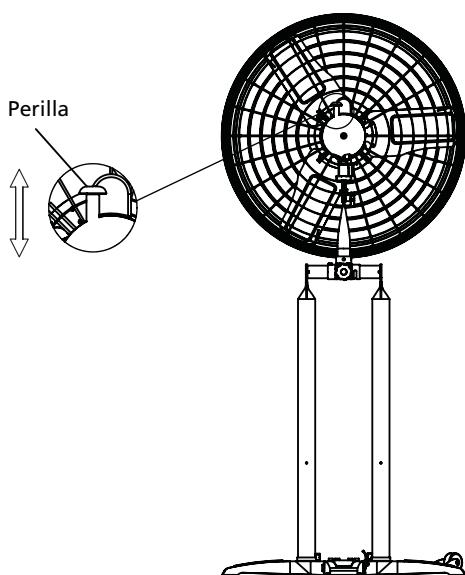

**Figura 9**
8. Ajusta el ángulo de inclinación apretando la perilla triangular en la vara superior. (Figura 9)